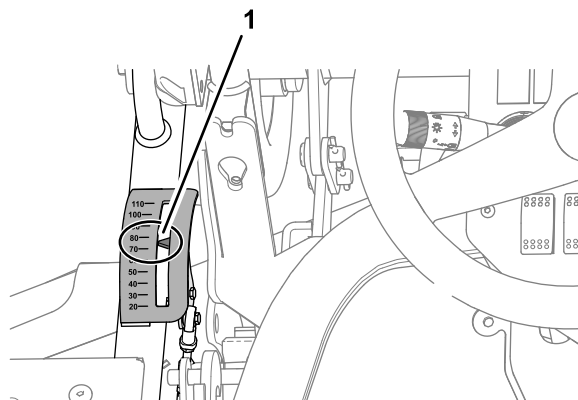
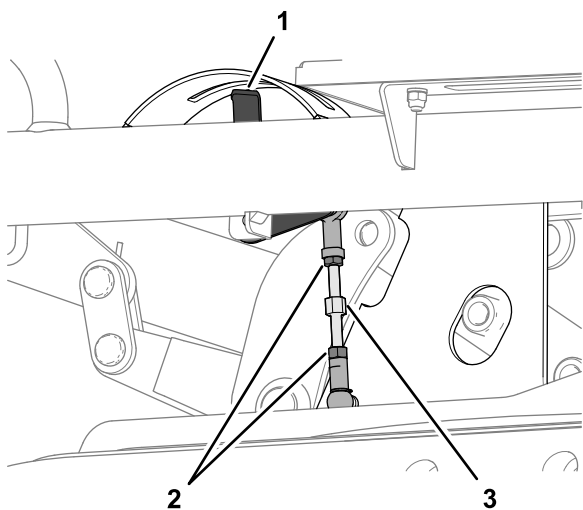

Figure 130
Figure 131
2. Asseyez-vous sur le siège de l'utilisateur, observez la flèche de l'indicateur de hauteur de coupe (Figure 130).
A. Desserrez les 2 écrous de blocage qui fixent la biellette de hauteur de coupe (Figure 131).
- B. Tournez la bielle jusqu'à ce que la flèche de l'indicateur de hauteur de coupe soit en face du repère 75 mm, vu depuis le siège de l'utilisateur (Figure 130 et Figure 131).
- C. Resserrez les 2 écrous de blocage (Figure 131).